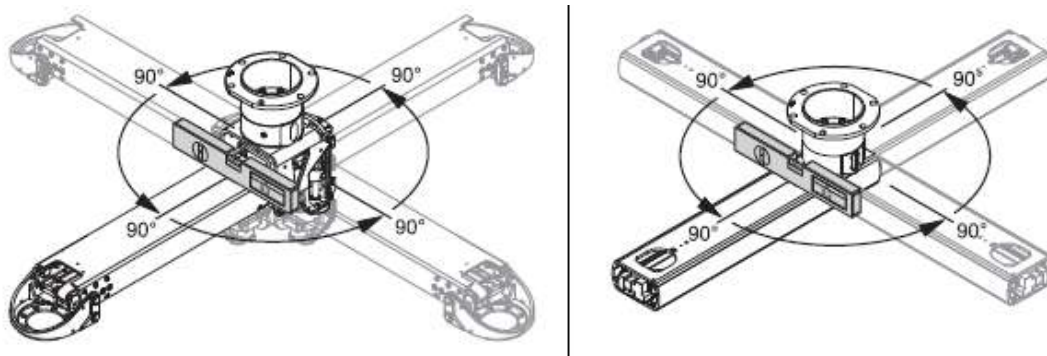

Fig.37 Verificarea aliniamentului orizontal al brațelor
- Verificați alinierea orizontală a brațelor de extensie. Așezați nivela digitală cu bulă în unghi drept cu direcția brațului (în apropierea flanșei ③). Rotiți brațul cu 90 de grade în mai multe direcții și verificați alinierea orizontală. A se vedea Fig. 37.